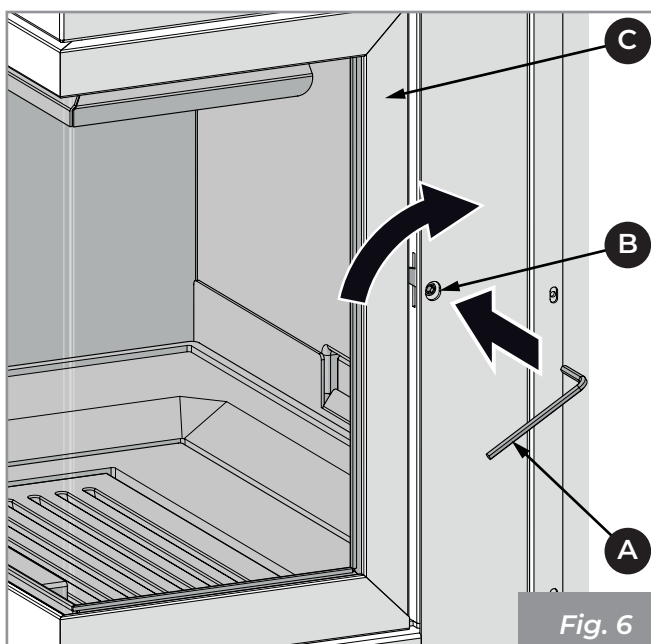
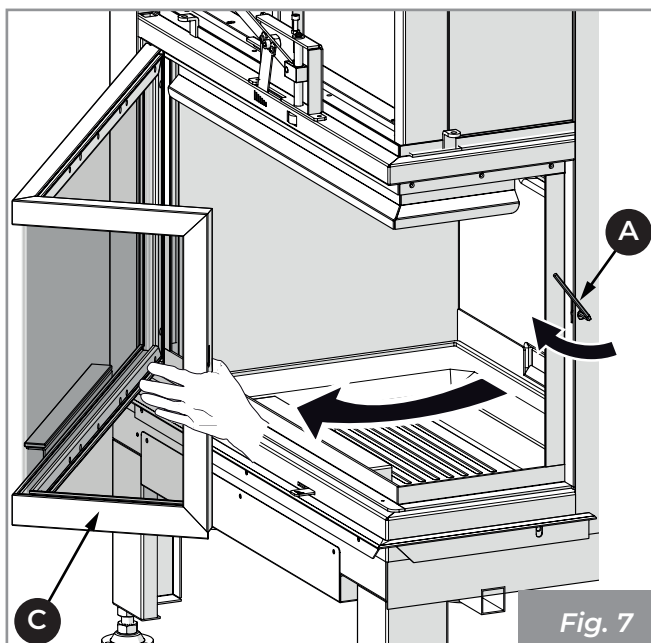

Fig. 6
Fig. 7
- 2) Insérer la clé hexagonale (A) dans le trou (B) pour ouvrir la porte (C) (Fig. 6 - Fig. 7).